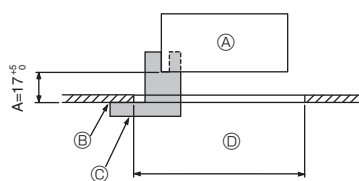
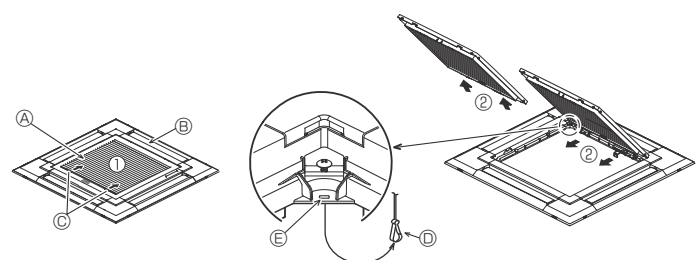
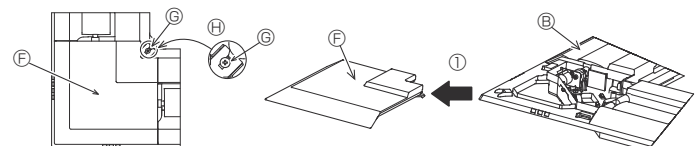

Fig. 9-2
Fig. 9-3
Fig. 9-4
①	Решітка	1	950 × 950 (мм)
②	Клапан установки	1	(Розділений на 4 частини)
③	Гвинт (4 × 16)	1	Для PLP-6EAE, PLP-6EALME2
④	Кутова панель датчика i-see	1	Для PLP-6EAE, PLP-6EALME2
⑤	Безпроводний пульт дистанційного керування	1	Для PLP-6EALME2, PLP-6EALME2
⑥	Тримач пульту дистанційного керування	1	Поставляється, якщо використовується безпроводний пульт дистанційного керування *
⑦	Акумулятори LR6 AA	2	Поставляється, якщо використовується безпроводний пульт дистанційного керування *
⑧	Нарізні гвинти 3,5 × 16	2	Поставляється, якщо використовується безпроводний пульт дистанційного керування *
9.2. Підготовка до прикріплення решітки (Fig. 9-2)
- За допомогою рівня ② поставленого з цим набором, відрегулюйте і перевірте положення основного блока відносно поверхні стелі. Якщо основний блок розміщено неправильно відносно поверхні стелі, це може призвести до витоків повітря або накопичення конденсату.
- ④ Основний блок
- ⑤ Поверхня стелі
- ⑥ Клапан установки ② (вставлений в основний блок)
- ⑦ Розміри отвору в стелі
9.2.1. Демонтаж забірної решітки (Fig. 9-3)
- Перемістіть важелі в напрямку, вказаному стрілками ① щоб відкрити забірну решітку.
- Коли забірна решітка буде у «відкритому» положенні, зніміть петлю решітки впуску з решітки, як показано стрілками ②.
9.2.2. Демонтаж кутової панелі (Fig. 9-4)
- Відкрутіть 4 гвинти на куті. Пересуньте кутову панель у напрямку, вказаному стрілкою ① на рисунку, та зніміть панель.
[Fig. 9-3] [Fig. 9-4]